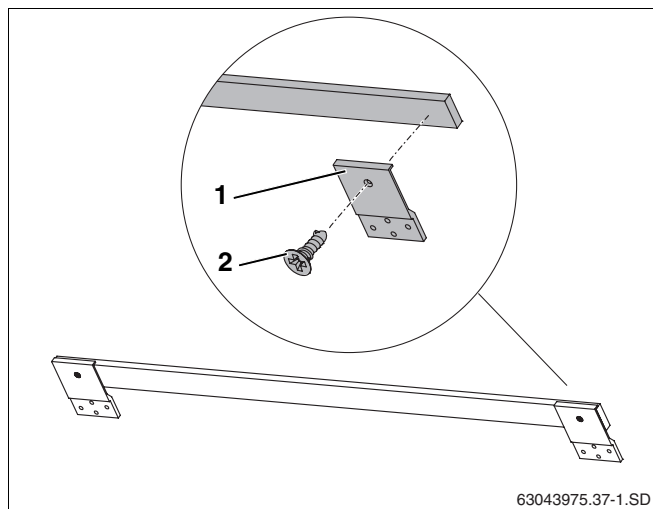

Рис. 10 Установка креплений от сползания
При горизонтальной установке коллекторов закрепите 3 крепления от сползания (рис. 10, **поз. 1**) на деревянной планке (2 по краям, 1 по середине).
- На концах деревянных планок закрепите два крепления от сползания (рис. 10, **поз. 1**) саморезами 4×40 (рис. 10, **поз. 2**).